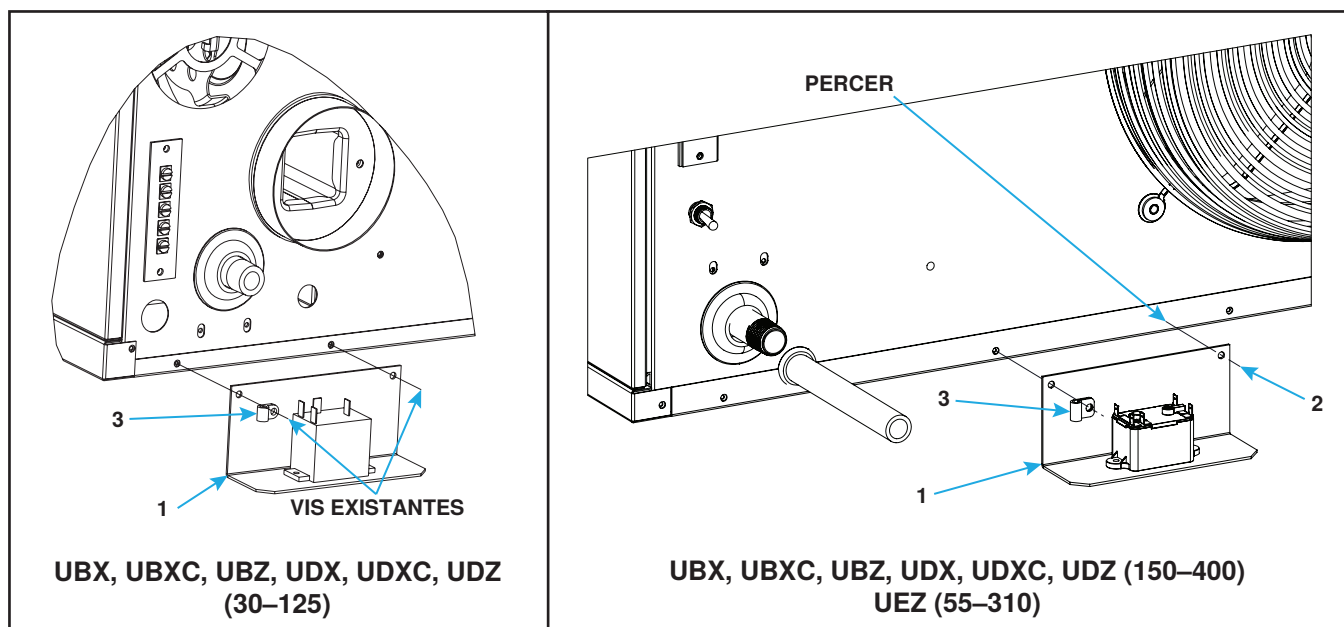

Figure 7. Installation de relais—modèles UBX, UBXC, UBZ, UDX, UDXC, UDZ et UEZ (reportez-vous au Tableau 2)
e. Pour les modèles de chauffage au gaz UBX, UBXC, UBZ, UDX, UDXC, UDZ et UEZ (voir Figure 7):
- (1) À l'arrière du radiateur, enlevez et gardez les vis du bord inférieur de l'armoire.
- (2) Pour les modèles UBX, UBXC, UBZ, UDX, UDXC et UDZ de tailles d'unités 150–400 et tous les modèles UEZ, alignez l'assemblage de relais (1) comme indiqué et utilisez le support comme gabarit pour percer un trou dans le bord inférieur de l'armoire comme indiqué.
- (3) Fixez l'ensemble relais (1) et le serre-câble (3) comme indiqué à l'aide des vis existantes pour les modèles UBX, UBXC, UBZ, UDX, UDXC et UDZ de tailles d'unités 30–125 ou d'une vis existante et d'une vis (2) du kit pour les modèles UBX, UBXC, UBZ, UDX, UDXC et UDZ de tailles d'unités 150–400 et tous les modèles UEZ.